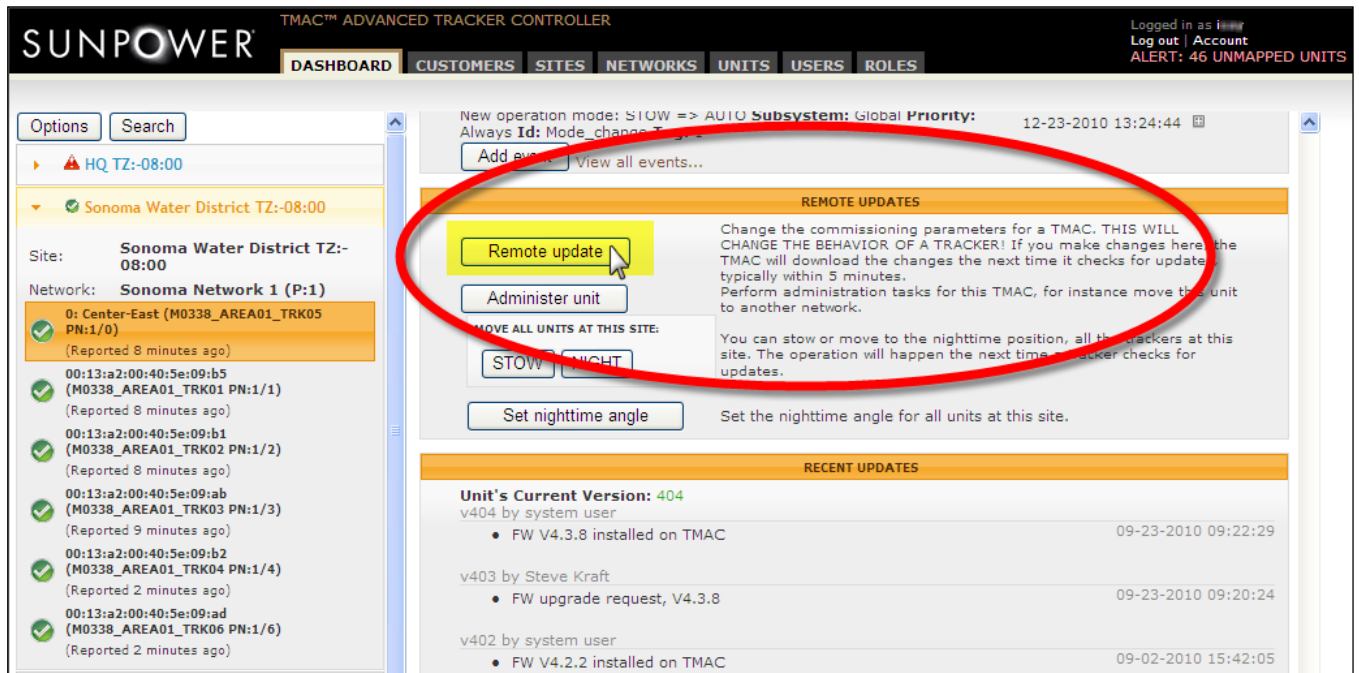

Fig. B42
3. Click *Remote update* (Fig. B42).